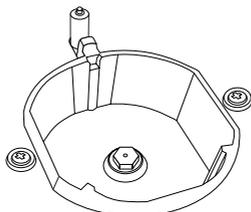

Figura 5
3. Come indicato nella Figura 5, smontare il coperchio del bruciatore e il coperchio dal piano cottura e garantire una buona visibilità dell'iniettore.